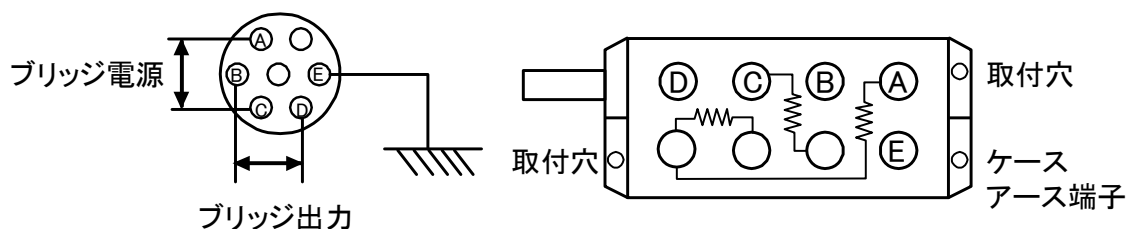

図4-1 ブリッジボックス概観
B) 固定する場合には図4-1に示す取付穴を利用してビス止めします。
A) コネクタの結線は、図4-1に示すようにピン番号A、Cがブリッジ電源の供給で、B、Dがひずみ測定器への入力となります。Eはコモン端子です。